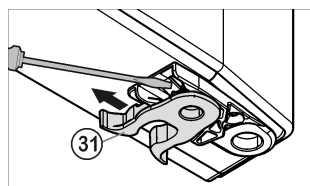

Fig. 6
- ▶ Federklemme Fig. 6 (31) umsetzen: Rastnase runterdrücken, Federklemme darüber hinweg abziehen.